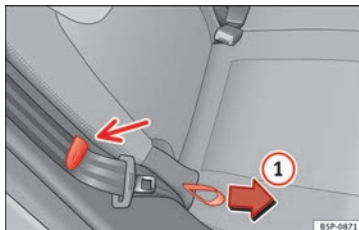

Fig. 81 Ribaltare lo schienale dei sedili posteriori.
- Tirare la maniglia flessibile posta nella parte laterale del sedile » **fig. 81** ①.
Quando si ribalta o solleva lo schienale, assicurarsi di collocare le cinture di sicurezza laterali nel morsetto del rivestimento » **fig. 81** per evitare danni che potrebbero ocasionarsi se restano intrappolate nella chiusura dello schienale.